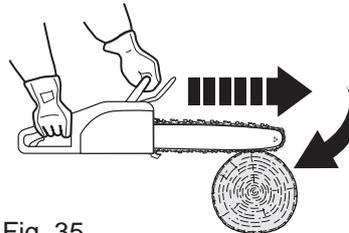

Fig. 35
- > Si la chaîne de la scie (3) se coince au bas de la barre de guidage (4), cette dernière risque d'être projetée loin de l'opérateur (Fig. 35).